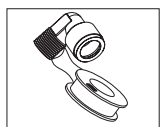

Рис. 6
- 1) На резьбу муфты накрутить несколько слоёв тефлоновой ленты. Ленту следует наматывать в противоположном направлении резьбы (Рис. 6).